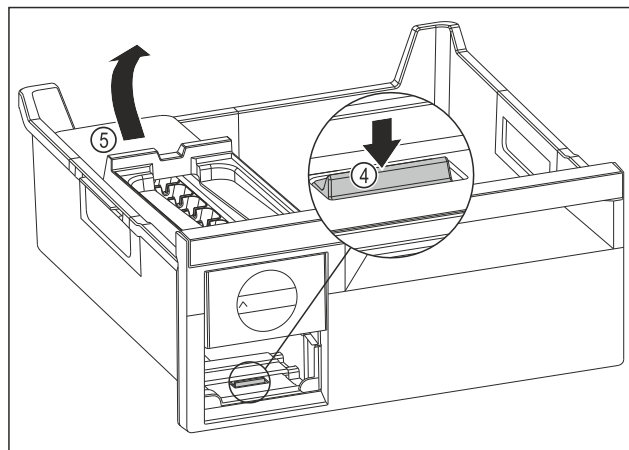

Fig. 131
- ▶ Ta ut EasyTwist-Ice-enheten: Tryck ned skenan Fig. 131 (4) med fingret och lyft samtidigt EasyTwist-Ice-enheten Fig. 131 (5) bakifrån med andra handen.